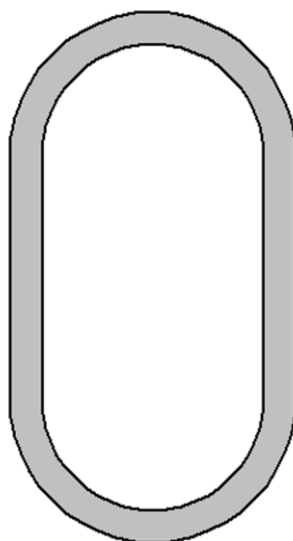

Рис. 2.5
3.1.2. Выделение контуров поперечного сечения. Для того чтобы подготовленный рисунок стал поперечным сечением, в нем необходимо выделить внешний и внутренние контуры. Для этого на панели **«Контур»** есть специальные кнопки – **«Простой контур»**  (меню **Контур/Простой контур**) и **«Набираемый контур»**  (меню **Контур/Набираемый контур**). После нажатия кнопки **«Простой контур»** следует щелкнуть сначала на любом из элементов наружного контура, а затем на любом из элементов каждого из внутренних контуров (если они есть). Замкнутые контуры после щелчка должны окраситься в синий цвет. Одновременно с нажатием одной из этих кнопок открывается диалоговое окно **«Выбор контура»**, в котором после выделения всех контуров нужно нажать кнопку **«Ок»** (вместо этой кнопки можно нажать правую кнопку мыши или клавишу **Пробел** на клавиатуре). Область между выделенными контурами, т. е. собственно поперечное сечение, окрасится в серый цвет. Это означает, что программа адекватно «поняла» задачу, т. е. будет воспринимать выделенный объект как поперечное сечение (рис. 2.5).